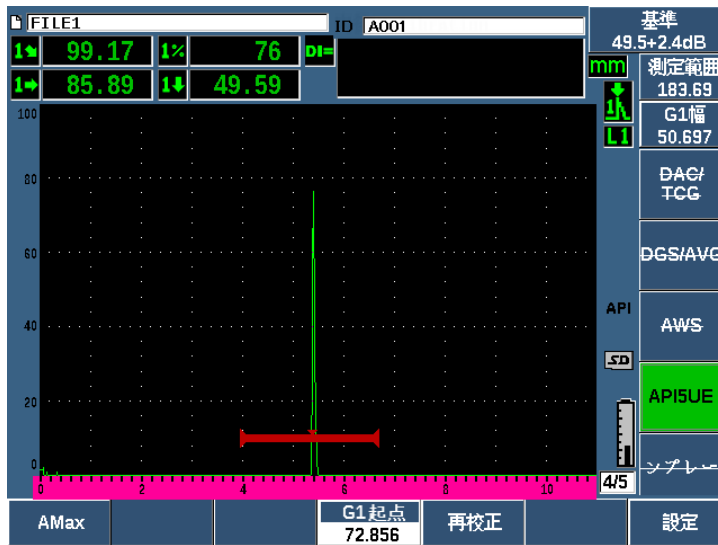

図 11-25  $A_{\max}$  ポイントの保存
6. RefAMax (P1) を押し、 $A_{\max}$  ポイントを保存し、RefAMax を再度押し承認します (265 ページの図 11-25 参照)。